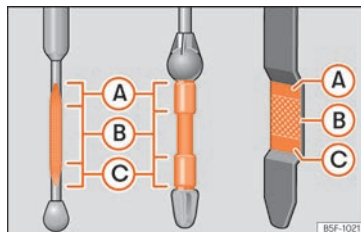

Fig. 212 Vareta de medição do nível de óleo.
- Em seguida, retire-a novamente e verifique o nível do óleo » » Fig. 212. Caso seja necessário, reponha óleo do motor.
- Quando o nível de óleo atingir pelo menos a zona » » Fig. 212 (B), enrosque a tampa do bocal de enchimento com cuidado » » ⓘ.
Se o nível do óleo se encontrar por cima da zona » » Fig. 212 (A), não ponha o motor em funcionamento. Pode causar danos no » »
O nível do óleo não pode ultrapassar, em caso algum, a zona »» Fig. 212 (A). Caso contrário, poderia ser aspirado óleo pela ventilação do cárter da cambota e chegar à atmosfera através do sistema de escape.